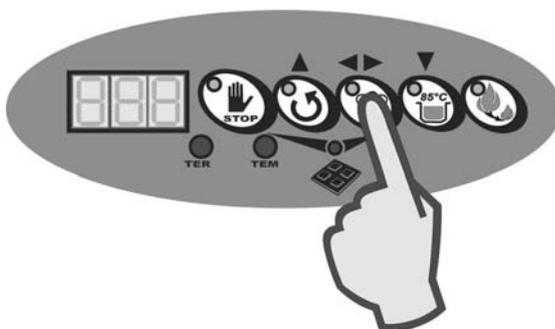

Fig.4
- Appuyez sur la touche FEU LENT pour activer la fonction de réduction de la température du fluide du bain-marie en dessous de 100 °C (Fig. 4). Le led de LA touche s'allume pour confirmer la programmation correcte.